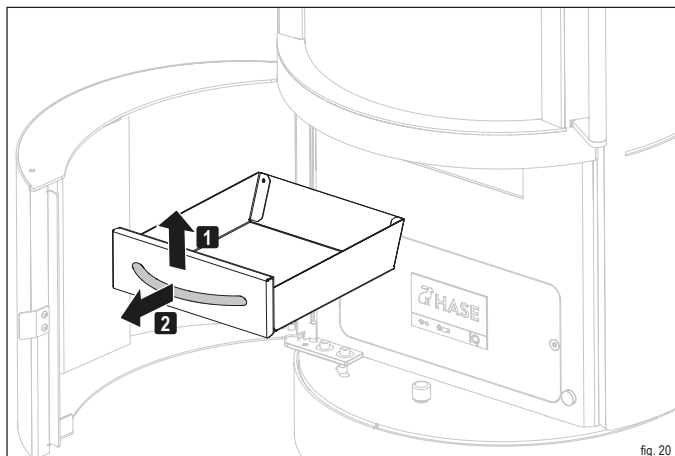

fig. 20
- ▶ Estrarre dall'apertura il cassetto di raccolta della cenere presente sul coperchio (fig. 20).
- ▶ **Estrarre dall'apertura il cassetto di raccolta della cenere presente sul coperchio (fig. 20).**